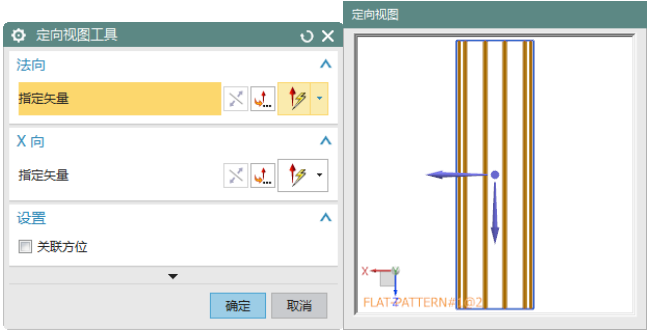

图 9-15 “定向视图工具”对话框和“定向视图”预览框
(2) 在要使用的模型视图下拉列表中选择“FLAT-PATTERN#1”，单击“定向视图工具”按钮，打开如图 9-15 所示“定向视图工具”对话框和“定向视图”预览框。